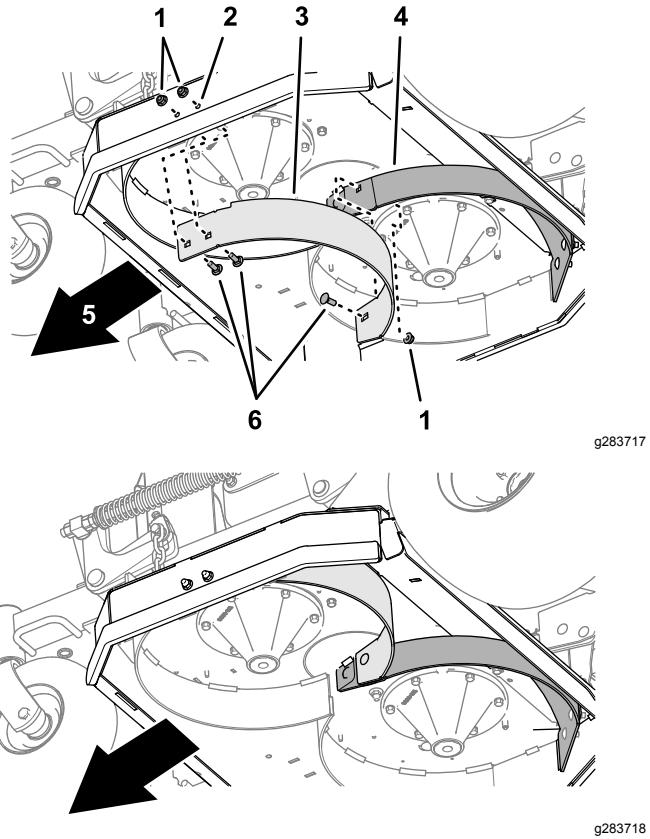

Figura 4
4. Allineate i fori nel deflettore sinistro (3 fori) con i 2 fori che avete praticato sul lato del piatto di taglio (Figura 4).
5. Allineate il foro sull'altra estremità del deflettore sinistro con il foro aperto nel deflettore destro (Figura 4).
6. Montate, senza serrarlo, il deflettore sinistro sul lato del piatto di taglio e il deflettore destro (Figura 4) con 3 bulloni a testa tonda ($\frac{3}{8}$ " x 1") e 3 dadi di bloccaggio flangiati ($\frac{3}{8}$ ").